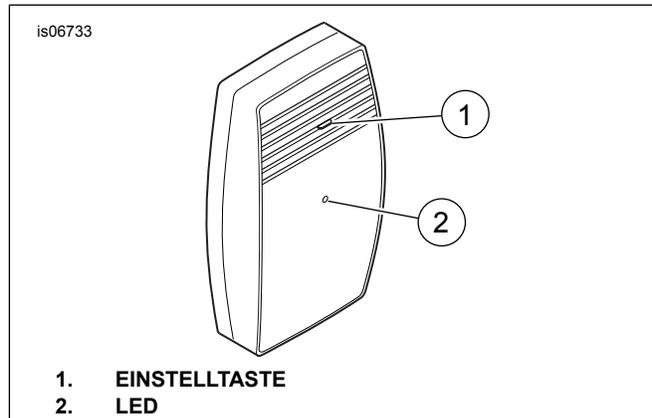

Abbildung 33. Garagentoröffnerempfänger, Ansicht von vorne
4. Siehe Abbildung 33. Den SET-Einstellknopf (1) auf dem Harley-Davidson Garagentoröffner**empfänger** gedrückt halten. Die LED (2) am Empfänger blinkt kontinuierlich, während der SET-Einstellknopf gedrückt gehalten wird.